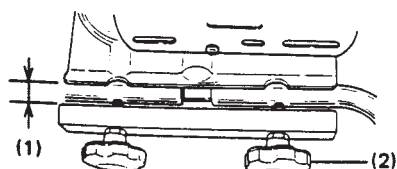

Fig. 1
- 1) Løsne 4 håndtakknøtter ca. en tomme og brett ut begge håndtakene. Å løsne mer vil forårsake at knottene faller av. (Fig. 1)